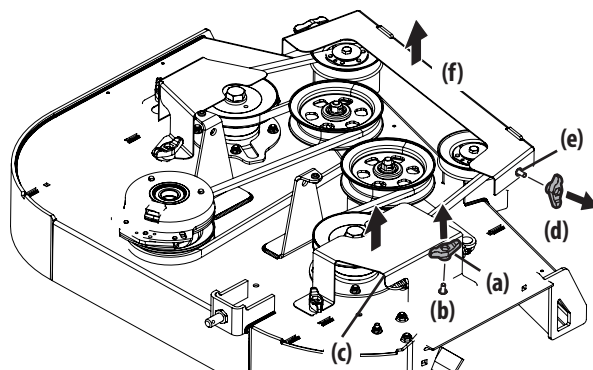

Figure 41
3. Retirez les boutons à oreilles (a) des vis de carrosserie (b) qui fixent les couvercles des courroies latérales (c) au plateau de coupe et retirez les couvercles des courroies latérales (Figure 41).
4. Retirez les boutons à oreilles (d) des vis de carrosserie (e) qui fixent le couvercle de la courroie avant (f) au plateau de coupe et retirez le couvercle de la courroie avant (Figure 41).